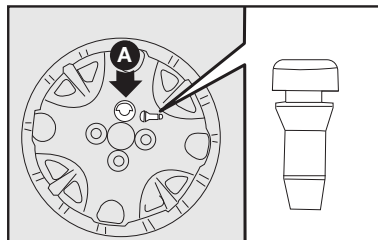

fig. 14
8) Colocar a calota cuidando para que o símbolo , na parte interna, fique em correspondência com a válvula, e dessa maneira o furo maior da calota **A**–**fig. 14** passe pelo parafuso já fixado.